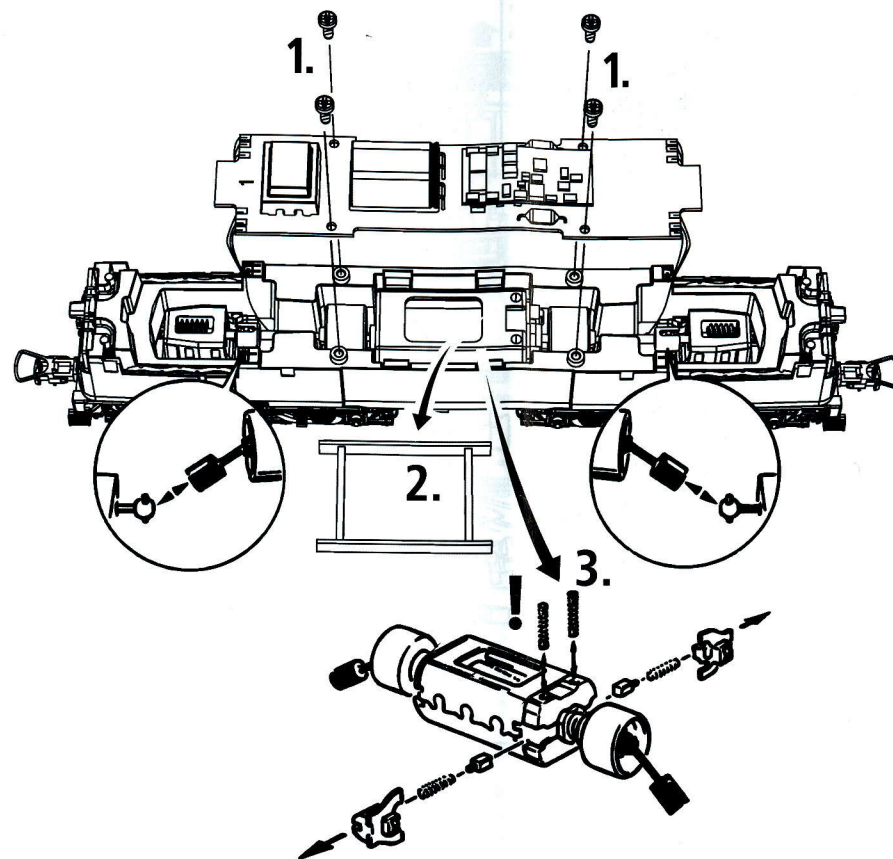
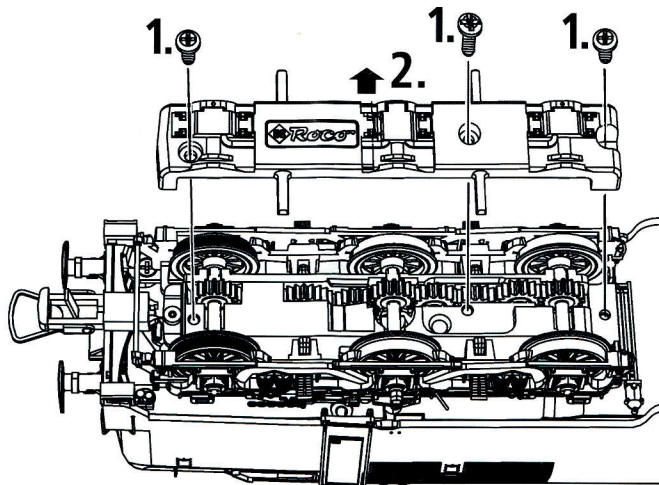
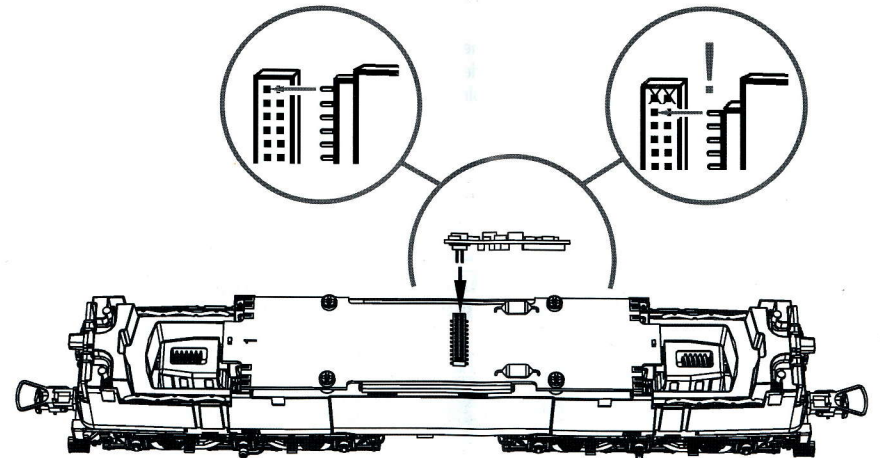
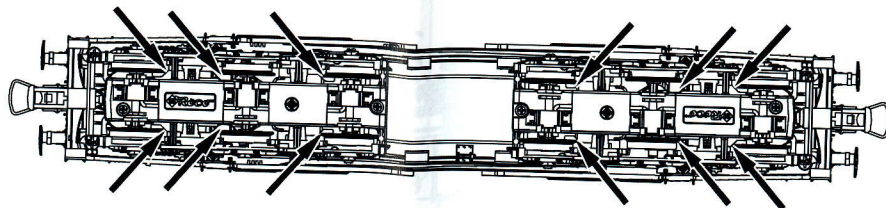

Fig. 9
Fig. 3
Fig. 6
Fig. 7
goutte aux endroits indiqués par le plan de graissage (fig. 7) après avoir démonté la caisse (fig. 3). Nous vous recommandons le **graisseur à huile ROCO réf. 10906**. Pour graisser les engrenages (roues dentées, vis sans fin) nous vous conseillons la **graisse spéciale Roco ref. 10905** pour engrenages en matières synthétiques.
Démontez la caisse (voir fig 3). Démontez ensuite le moteur et échangez le balais (fig. 9).
Verwijder de lochuis (fig. 3), en verwijder met een penseel het vuil van de in fig. 6 aangegeven plaatsen.
2. Het smeren: Op de aangegeven punten slechts een enkel oliedruppeltje (Fig. 7). Daartoe wel eerst het lochuis verwijderen (Fig. 3). Wij adviseren Rovo-smeerolie art. 10906. Voor het smeren van de aandrijving (tandwielen, wormwielen, etc.) adviseren wij Roco-smeervet art. 10905. Let op. Geen olie gebruiken waar smeervet zit
4. Het vervangen van de koolborstels: Loc-kap verwijderen (Fig. 3). Daarna tilt u de motor eruit en kunt u de borstels vervangen (Fig. 9).
1. Reinigung der Radstromkontakte: Radstromkontakte können auf unsauberen Schienen leicht verschmutzen. Bitte **entfernen Sie vorsichtig** mit einem kleinen Pinsel **den Schmutz** an den in Fig. 6 gekennzeichneten Stellen. Bitte zuerst das Lokgehäuse abnehmen (Fig. 3).
2. Schmierung: Versehen Sie die im Schmierplan in Fig. 7 gekennzeichneten Stellen mit nur **kleinen Öltropfen**. Dazu zuerst das Lokgehäuse abnehmen (Fig. 3). Wir empfehlen den **ROCO-Öler** Art. Nr. **10906**. Zur Schmierung der Getriebeteile (Zahnräder, Schnecke) empfehlen wir das **ROCO-Spezialfett 10905**. Im Falle der Schmierung diese Teile bitte nicht ölen.
4. Kohlebürstenwechsel: Lokgehäuse abnehmen (Fig. 3). Danach wird der **Motor ausgebaut** und die **Kohlebürsten ausgewechselt** (Fig. 9).